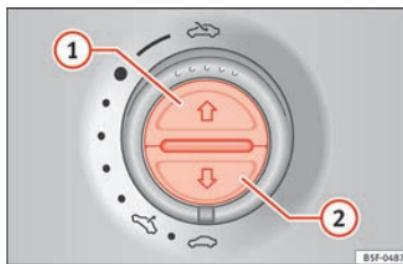

Fig. 141 Nel rivestimento interno del tetto: tasti della tendina parasole.
Aprire completamente (funzione automatica)	Premere brevemente il tasto » fig. 141 (1).
- L'interruttore deve trovarsi sulla posizione di "chiuso"»  pag. 19 ①.
- *Tettuccio panoramico scorrevole:* Nei 5 secondi successivi all'attivazione del limitatore di forza, mantenere tirato indietro il comando »  pag. 19 (freccia ⑤) finché il tettuccio scorrevole panoramico non è completamente chiuso.
- *Tendina parasole:* Per i 5 secondi seguenti dopo l'attivazione del limitatore di forza, premere il tasto » fig. 141 ② finché la tendina non sarà completamente chiusa.